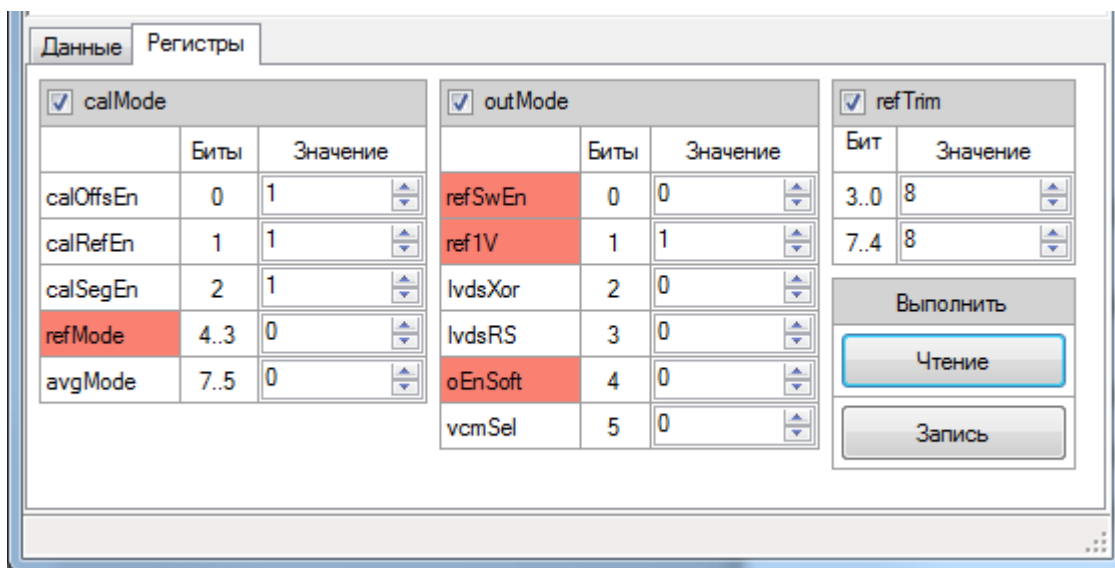

Рисунок 3. Закладка «Регистры»
– если требуется прочитать или записать внутренние регистры АЦП, то откройте вкладку «Регистры» (Рисунок 3), выберете нужные регистры и нажмите чтение или запись.